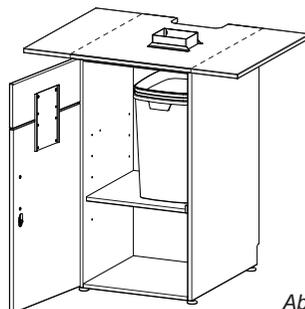

Abb. 20
3.10.3 Unterschrank mit Öffnung für Kaffeesatzentsorgung (Abb. 20)